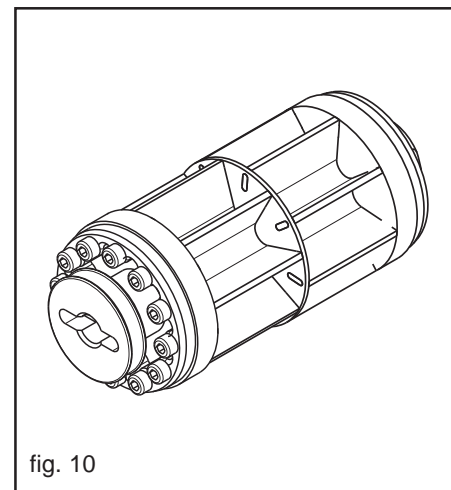

fig. 10
**RULOURI DOZATOARE** (Fig. 10)